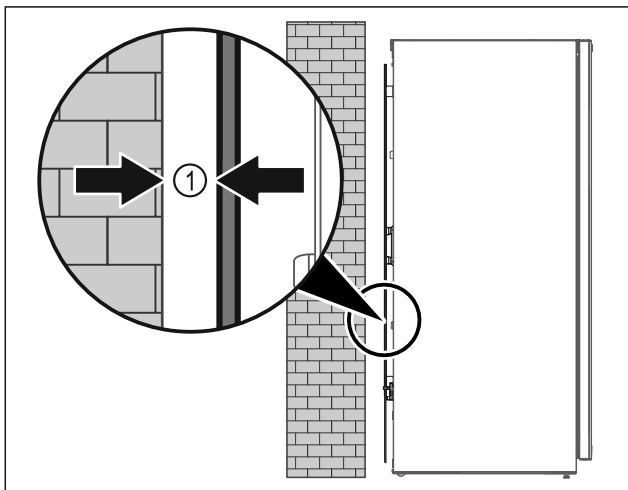

Fig. 9
- ▶ Поставити пристрій в приміщенні окремо або безпосередньо до стіни на відстані 5 мм Fig. 9 (1).